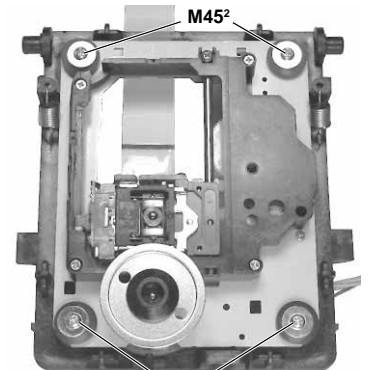

Fig. 21
- 4 Schrauben M45² (Fig. 21) herausschrauben und das CD-Laufwerk aus dem Laufwerkrahmen herausnehmen.
- Undo the 4 screws M45² (Fig. 21) and remove the CD drive mechanism from its frame.